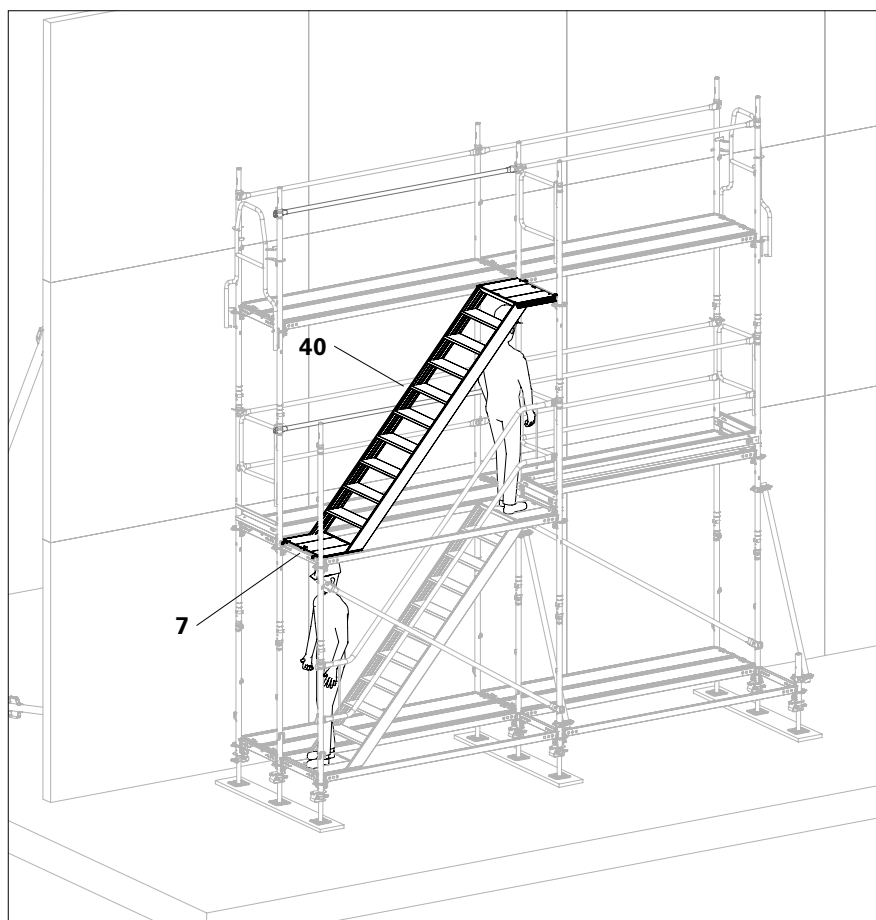

Abb. A4.04
1. Easytreppe EAS 67x250/200 (**40**) zuerst oben, dann unten in den Horizontalriegel UH-2 (**7**), einhängen. (Abb. A4.04)